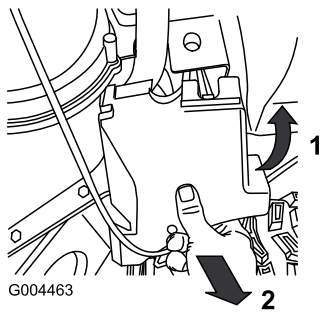

Figure 36
- Retirez les fixations du couvercle de courroie gauche puis déposez le couvercle dans l'ordre indiqué à la Figure 36.